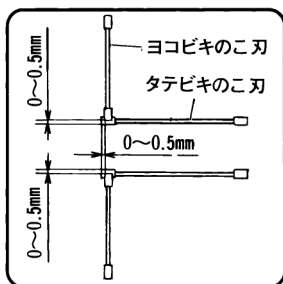

図 22
- (1) 固定用ナットとボルトを付属の両口スパナ（13mm）でゆるめます。
- (2) アジャストナットをまわします。
- (3) 図22の位置になるようヨコビキのこ刃を調整します。
タテビキのこ刃とヨコビキのこ刃は、図22のように調整してください。